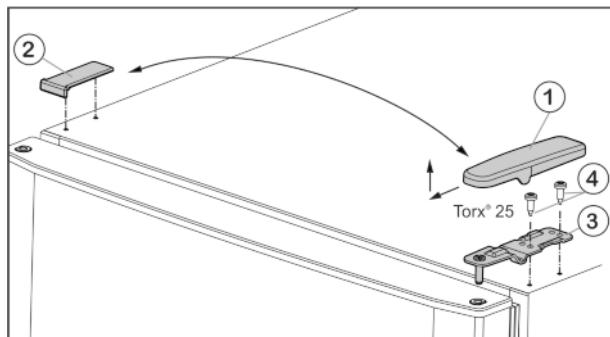

Fig. 5
- ▶ Потяните крышку Fig. 5 (1) вперед и вверх.
- ▶ Снимите крышку Fig. 5 (2).
- ▶ Открутите верхний опорный кронштейн Fig. 5 (3) (2 шт. Torx® 25) Fig. 5 (4) и вытяните вверх.
- ▶ Установите верхнюю дверцу на средний опорный кронштейн (13).
- ▶ Установите верхний опорный кронштейн Fig. 5 (3) на новой стороне шарнира и защелкните в дверце.
- ▶ Привинтите верхний опорный кронштейн (с моментом 4 Нм) (2 шт. Torx® 25) Fig. 5 (4). При необходимости используйте аккумуляторный шуруповерт.
- ▶ Наденьте и защелкните крышку Fig. 5 (1) на противоположной стороне снаружи.
- ▶ Также наденьте сверху и защелкните крышку Fig. 5 (2) на противоположной стороне.